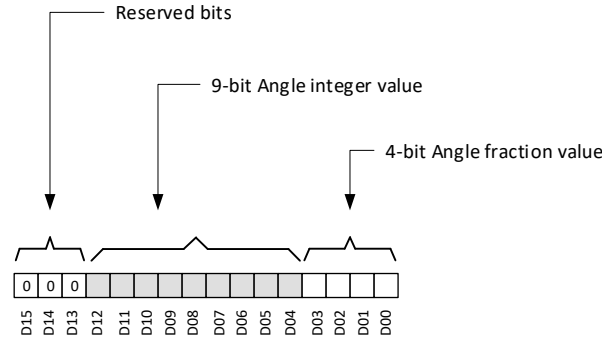

图 7-17. 角度数据定义
TMAG5273 会根据 ANGLE_EN 寄存器位设置来计算相对于一对磁轴的角度。图 7-17 显示了存储在 ANGLE_RESULT_MSB 和 ANGLE_RESULT_LSB 寄存器中的角度信息。位 D04 至 D12 存储 0 至 360 度的角度整数。位 D00 至 D03 位存储角度分数。3 个 MSB 位始终填充为 b000。角度可以使用 方程式 14 来计算。
- D_i 是图 7-17 中所示的数据位。